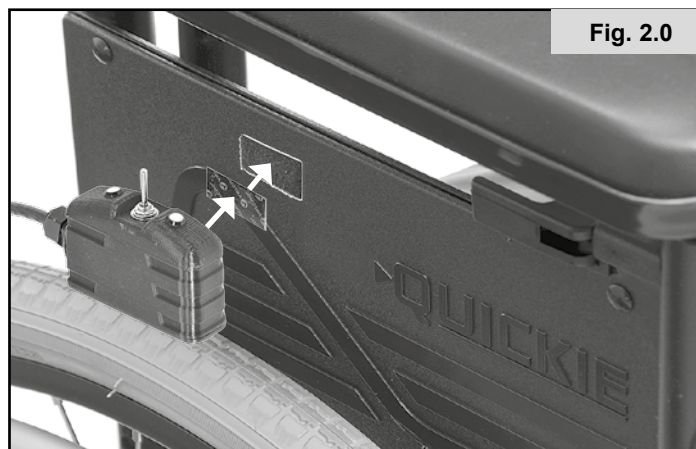

Fig. 2.0
2. Koblingsboksen kan monteres der du ønsker ved å feste den medfølgende borrelåsen på siden av koblingsboksen og på armlenet, rammen eller et annet sted på rullestolen (Fig. 2.0).